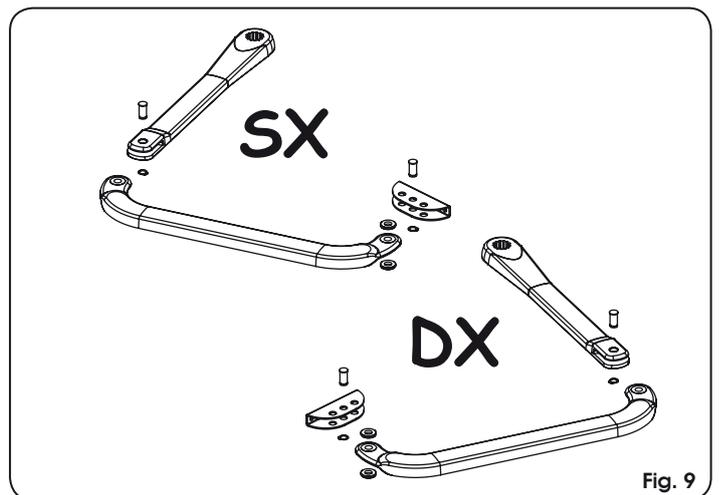

Fig. 9
- Den Gelenkarm und die vordere Befestigung wie in Abb. 9 gezeigt zusammensetzen.